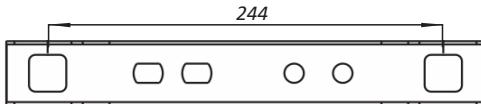

Рис. 1
- Обязательно используйте для установки аксессуары из комплекта поставки (рис. 1).
1. После выбора места установки ЭВН определите положение двух установочных отверстий для анкерных крюков (рис. 1).
2. Просверлите в стене отверстия диаметром 16 мм и глубиной 90 мм на расстоянии 244 мм (Рис. 1).